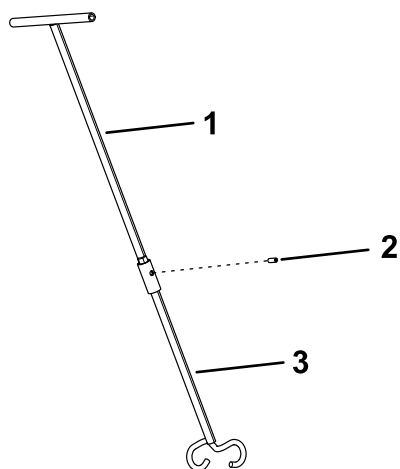

**Figure 21**
2. Fixez-les deux moitiés ensemble avec une goupille cylindrique (Figure 21).